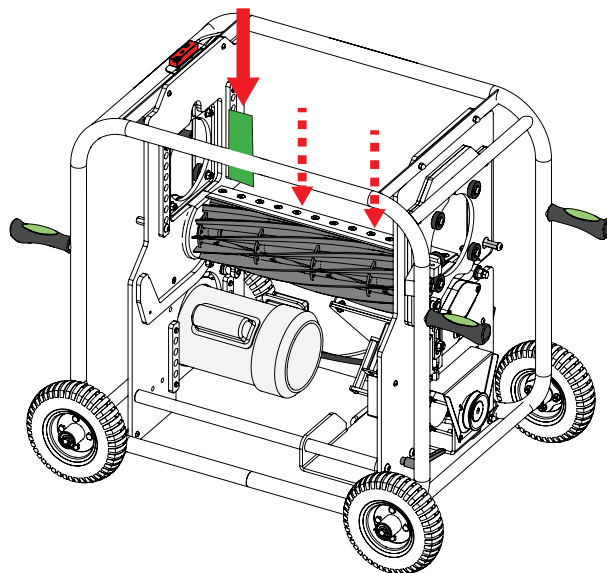

Fig. 47
- a. Insérez une feuille à angle droit par rapport au couteau de lit et tournez les lames pour couper la feuille (voir Fig. 47).
- b. Répétez l'étape 8.a. à plusieurs endroits sur la longueur du couteau de lit (voir Fig. 47).